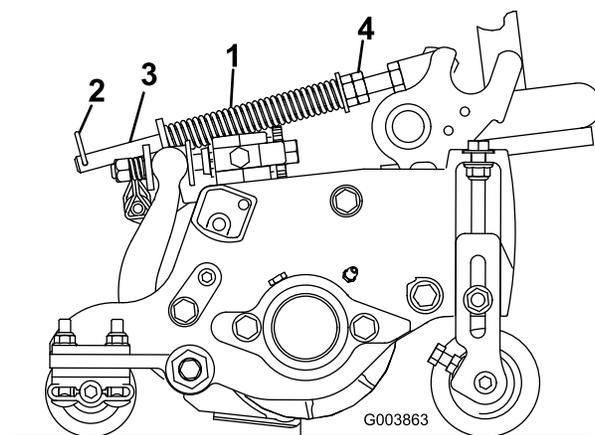

図 14
2. スプリングロッド前部の六角ナットを締めて、スプリング圧縮状態の長さが図 14 に示すように 15.9 cm になるようにする。
ターフ補正スプリング図 14 は、前ローラから後ローラへと、カッティングユニットの体重移動を行い、マーセリングやボビングと呼ばれる「波打ったような」仕上がりを防ぎます。
1. ヘアピンコッターがスプリングロッドの後の穴に差し込まれていることを必ず確認してください 図 14。